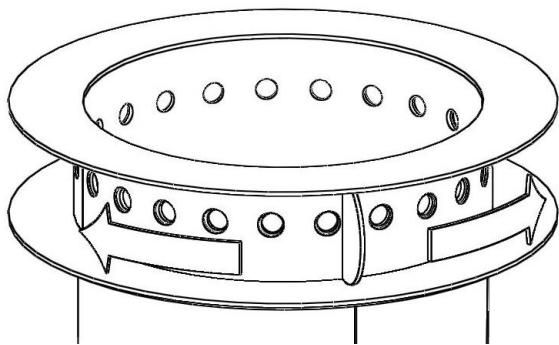

Fig. 11.1. Hullerne er helt åbne.
4. Flammen kan justeres ved i større eller mindre grad at tildække hullerne i fyrstedets skærm (FS). Se fig 11.1 og 11.2